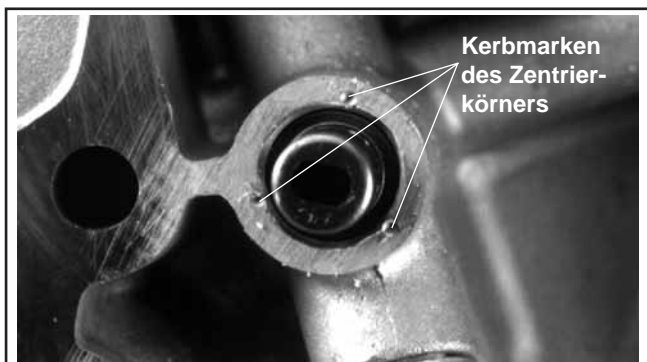

Abbildung 11-17. Kerbmarken des Zentrierkörners.
2. Verkerben Sie das Gussauge mit einem Zentrierkörner an 3 oder 4 Stellen nahe der inneren Kante, um das Öldruckbegrenzungsventil zu fixieren. Siehe Abbildung 11-17. **Kein Loctite® verwenden.**